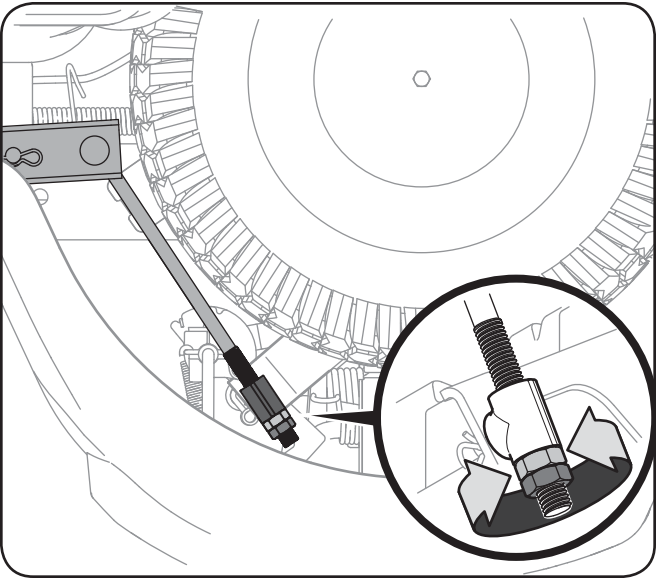

Figure 6-6
3. Une tige d'ajustement de relevage de chaque côté du plateau de coupe se trouve sous les garde-boue arrière, sur l'intérieur des roues. Voir la Figure 6-6.